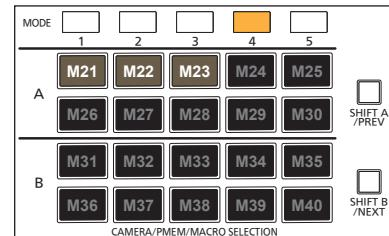

図3
2. 手を離したときにマクロページが確定し、[CAMERA/PMEM/MACRO SELECTION] の20個のボタンはM21～M40に切り替わります。(図3)